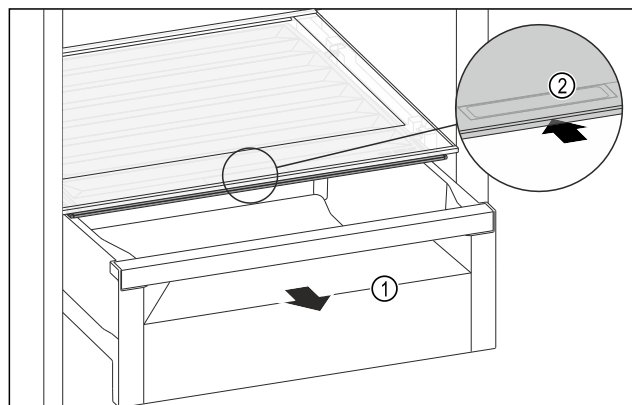

Fig. 162
- ▶ Træk skuffen Fig. 162 (1) ud.
- ▶ Tag fat i grebsforsænkningen Fig. 162 (2) i bokslåget, og skub samtidigt bokslåget tilbage.